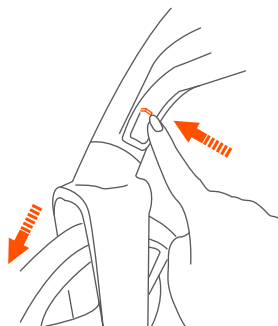

Fig. 15
- 15)** • Primero gire la rueda hacia arriba para ver el orificio del pasador. Presione el botón de liberación en el interior del cubo de la rueda y extraiga el conjunto de la rueda del cubo (Fig. 15).